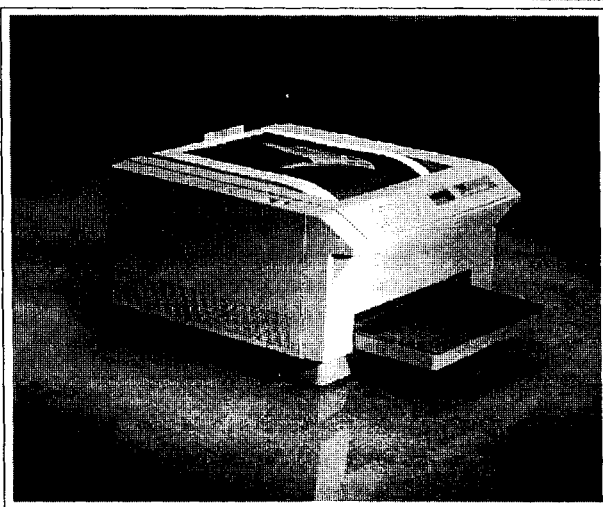

Рисунок 4-5 С любезного разрешения 3M Corp.
- Цветные сублимационные принтеры (см. рисунок 4-5) позволяют получить фотореалистические цвета непрерывных тонов с помощью тонкого изменения температуры нагревающих элементов, которые расплавляют краски СМΥК. Более высокие температуры вызывают испарение и перенос на бумагу большего количества краски, что приводит к более тем-